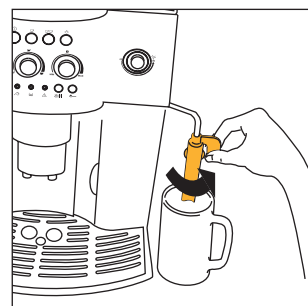
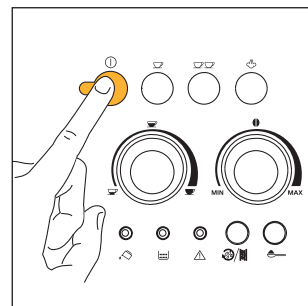

Fig. 3
Fig. 4
2. Verplaats het cappuccinomondstuk naar buiten toe, zet er een kopje onder (fig. 3) en schakel de machine in door te drukken op de knop ① (fig. 4).
- Draai het cappuccinomondstuk naar de buitenkant van het apparaat toe (fig. 3).
- Zet een recipiënt onder het cappuccinomondstuk (fig. 3).
- Verplaats het cappuccinomondstuk naar buiten toe (fig. 3)